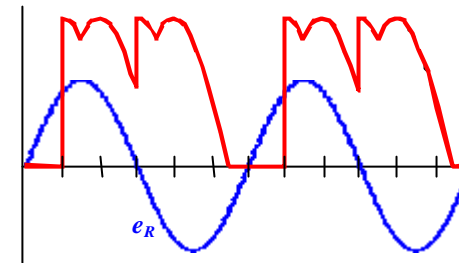

Figura 1.2
En un momento determinado se modifica el ángulo de disparo con la intención de aumentar la tensión aplicada al circuito de excitación del motor. Sin embargo, cuando se ha terminado de ajustar el nuevo ángulo de disparo se observa que la tensión de salida presenta un valor medio menor que el anterior. Haciendo uso de un osciloscopio, se determina que la forma de onda de la tensión de salida es como la que se representa en la Figura 1.2 (se representa junto con la tensión e_R a modo de referencia).
- f) Calcular el valor medio de la tensión de salida que se obtiene en las condiciones de funcionamiento representadas en la Figura 1.2.